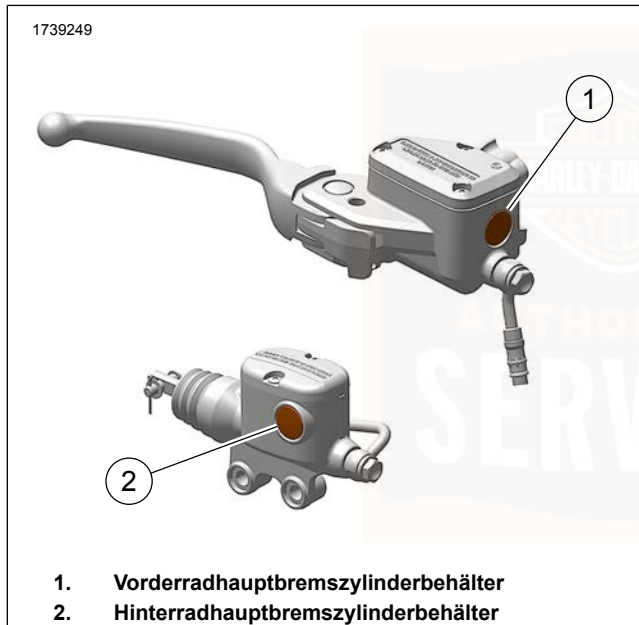

Abbildung 102. Mindestmarkierungen im Schauglas
2. Siehe Abbildung 102. Behälterschauglas prüfen. Der Füllstand muss die Mindestmarkierung auf dem Glas erreichen oder darüber liegen. Wenn der Füllstand unter der Mindestmarkierung liegt oder nicht sichtbar ist, einen Harley-Davidson-Händler aufsuchen.